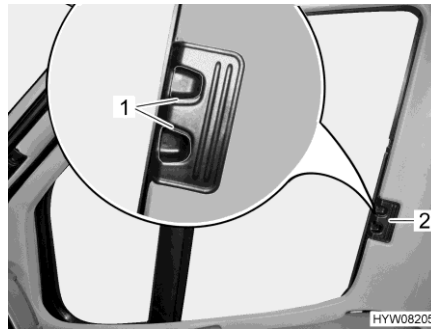

Bild 102 Faltverdunklung (Fahrer-/
- Entriegelungsgriffe (Bild 102,1) zusammendrücken und gedrückt halten.
- Die Faltverdunklungen für das Fahrerfenster und das Beifahrerfenster am Griff (Bild 102,2) zur anderen Fensterseite ziehen und an den Magnetstreifen aneinanderfügen.
- Die Faltverdunklungen für das Fahrerfenster und das Beifahrerfenster am Griff (Bild 102,2) bis zum Anschlag einschieben.
- Entriegelungsgriffe (Bild 102,1) loslassen und einrasten lassen.